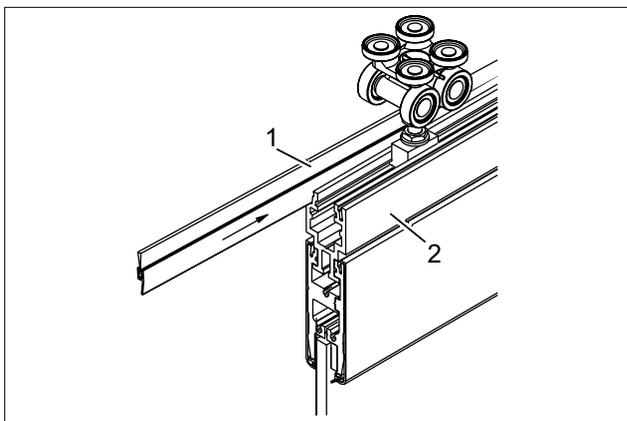

Abb. 44 Bürstenprofile montieren
1. Bürstenprofil (Abb. 44/1) in die Türschiene/das Tragprofil (Abb. 44/2) stecken.